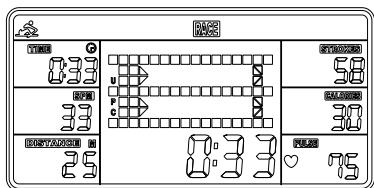
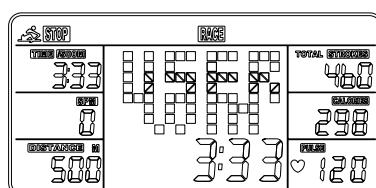

Fig. 6
Fig. 7
- A. Appuyer sur la touche START pour commencer et STOP disparaît. USER (UTILISATEUR) et PC (UNITÉ) s'affichent dans la matrice (Fig. 6). L'ordinateur s'arrête lorsque l'utilisateur ou l'ordinateur a atteint la distance de course réglée. Ensuite, la matrice affiche « PC WIN » (fenêtre UNITÉ) ou « USER WIN » (fenêtre UTILISATEUR) (Fig. 7)